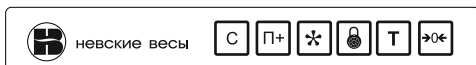

Рис.2
5.2. Индикаторы и кнопки управления ВИП представлены на рис. 2